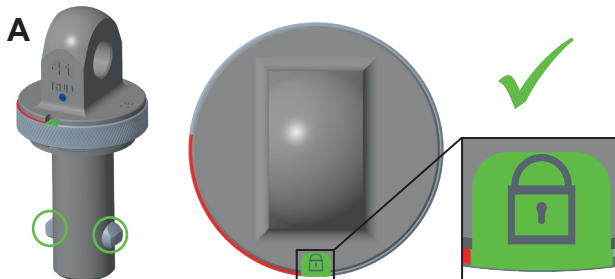

Abb. 4: Symbol GRÜN | SCHLOSS VERRIEGELT = PIP-RAPIDO ist bereit zum Heben
- **GRÜN | SCHLOSS VERRIEGELT** (*Abb. 4*)